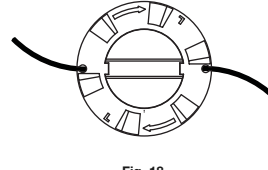

Fig. 18
3. Déroulez l'ancienne ligne de la bobine et retirez-la du trou central de la bobine. (Fig. 18)